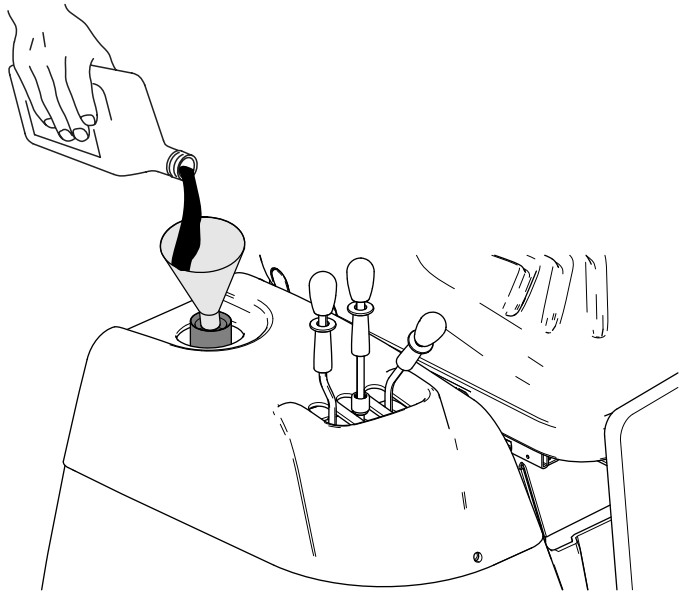

Figura 100
7. Si el nivel de fluido está por debajo de la marca inferior de la varilla, añada el fluido hidráulico especificado por el tubo de llenado (Figura 100) hasta que vea que el nivel de fluido se encuentra entre las 2 marcas de la varilla.